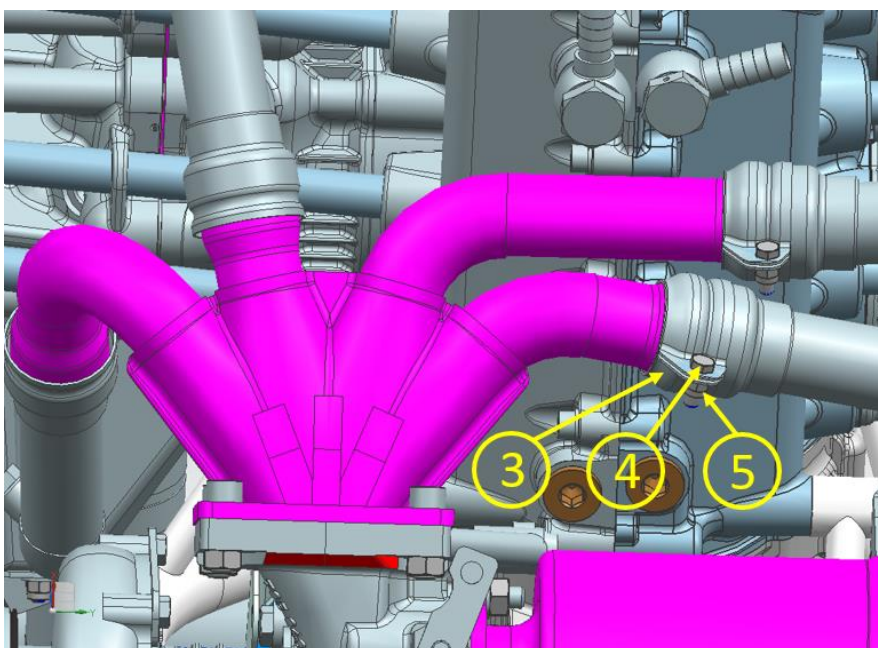

图 5
3.2.1.2 参见图 5，抱箍安装在 2、4 缸排气弯管和歧管连接处，用 M5 螺栓和 M5 螺母连接。